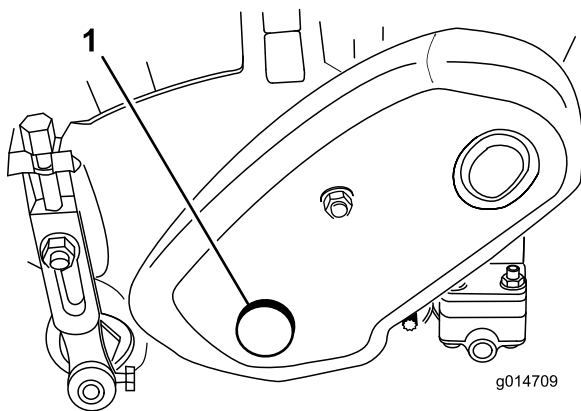

Figure 20
1. Retirez le bouchon du couvercle de l'entraînement du cylindre du côté gauche de l'ensemble cylindre (Figure 20)